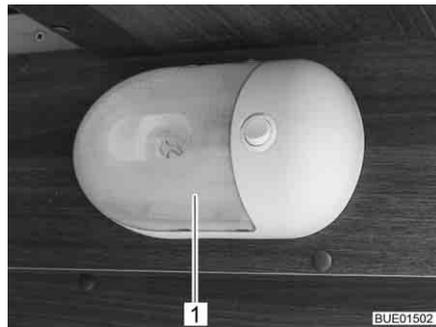

Bild 286 Aufbauleuchte
- Transparente Abdeckung (Bild 286,1) vorsichtig auf beiden Seiten zusammendrücken, leicht vom Schalter wegziehen und nach vorn abnehmen.